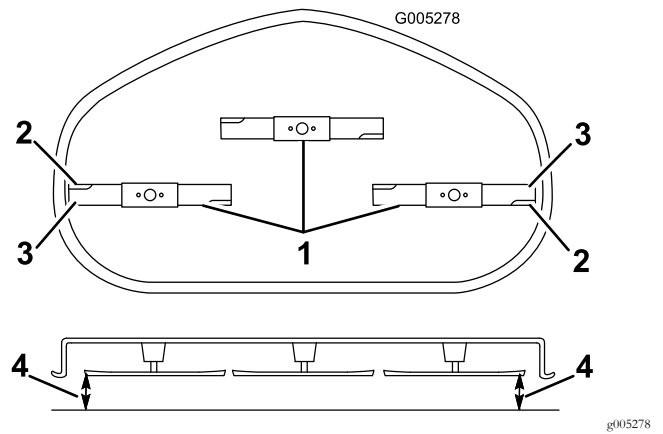

Figura 54
4. Gire cuidadosamente las cuchillas hasta que estén todas orientadas lateralmente (Figura 54).
5. Mida entre los bordes de corte exteriores y la superficie plana (Figura 54).